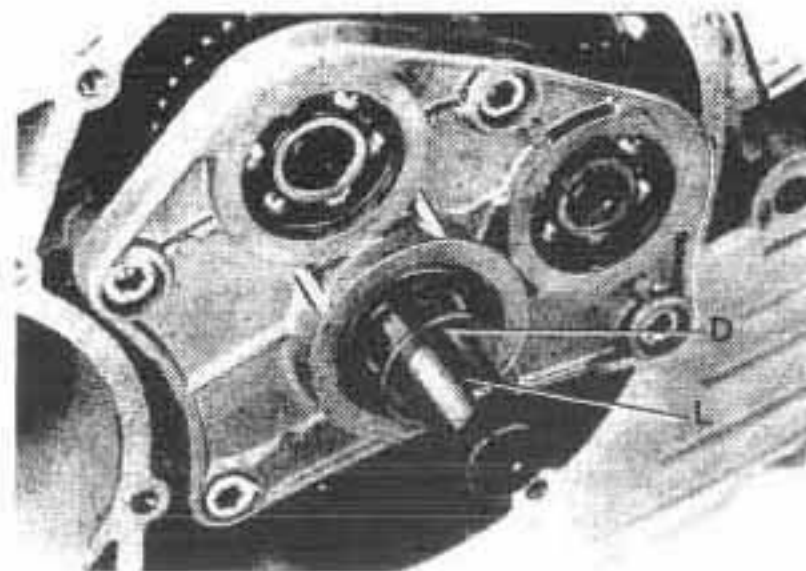

Fig. 25
Per mezzo dell'attrezzo speciale dis. 88713.0108 bloccare il rotore del generatore; raddrizzare quindi la rondella di sicurezza e svitare il dado di fissaggio per mezzo di una chiave da 30 mm. Togliere il dado, la rondella di sicurezza, il rotore, la linguetta (L) ed il distanziale (D - fig. 25).
Lock the generator cover by means of the special tool No. 88713.0108, bend back the lockwasher and undo the securing nut using a 30 mm spanner. Remove the nut, the lockwasher, the rotor, the Woodruff key (L) and the spacer (D - fig. 25).